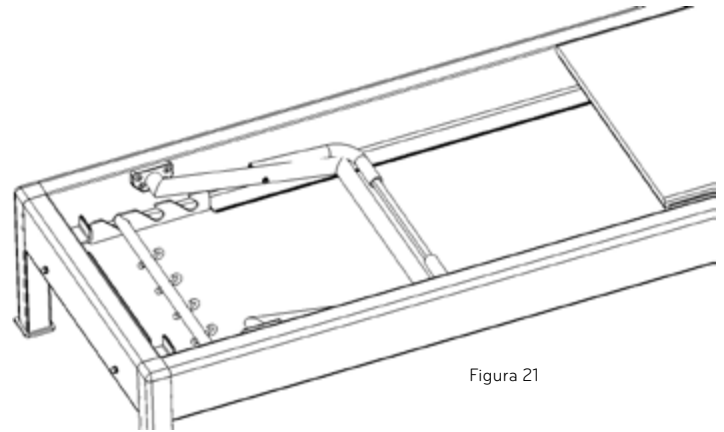

Figura 21
4. Apoyar la barra de pies en la parte interior del bastidor, como se muestra en la Figura 21. Si se utiliza el tope de madera del mecanismo, hay que retirarlo para que la barra de pies quede más baja en el bastidor.